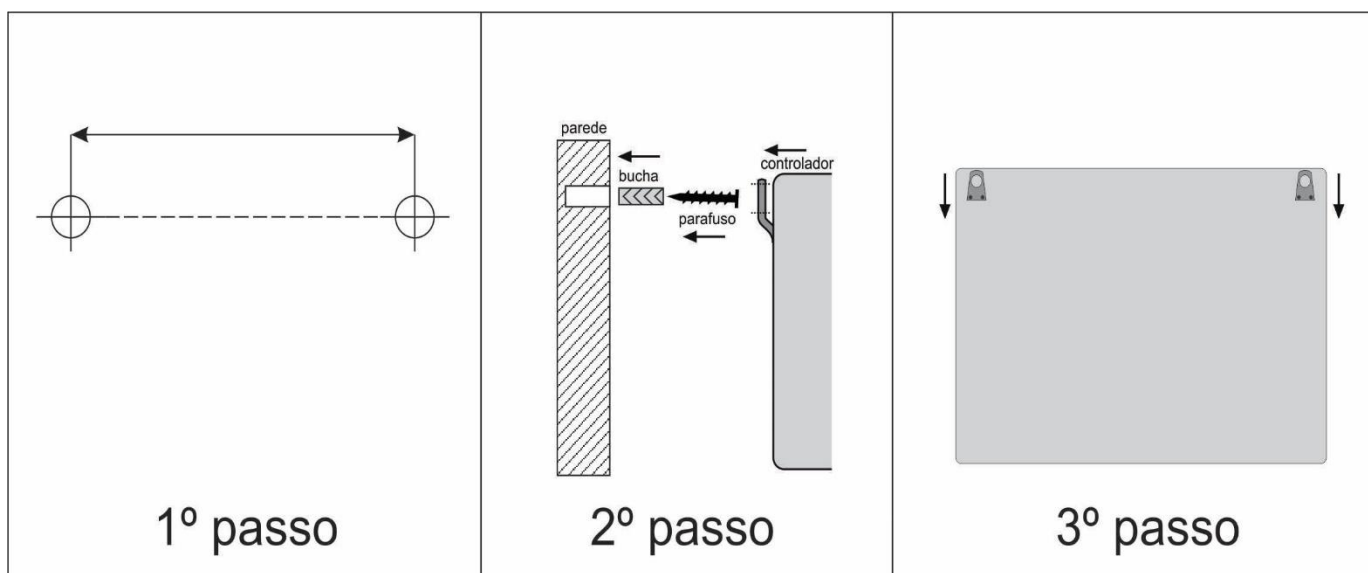

Figura 4
1. Escolha um local onde não há incidência de luz solar sobre o Gerador de Cloro PoolClor, pois a ação dos raios ultravioleta (UV) podem causar manchas no gabinete do plástico. Por se tratar de um aparelho eletrônico deverá estar protegido da chuva. Atente-se também se o local da instalação possui um sistema de recirculação de ar.
4. Para a fixação da caixa de comando o instalador deve fazer uso do kit de parafusos e buchas que acompanha seu aparelho, para isso devem ser feitos dois furos de 6 mm a uma distância de 95 mm entre eles conforme ilustrado na Figura 4.